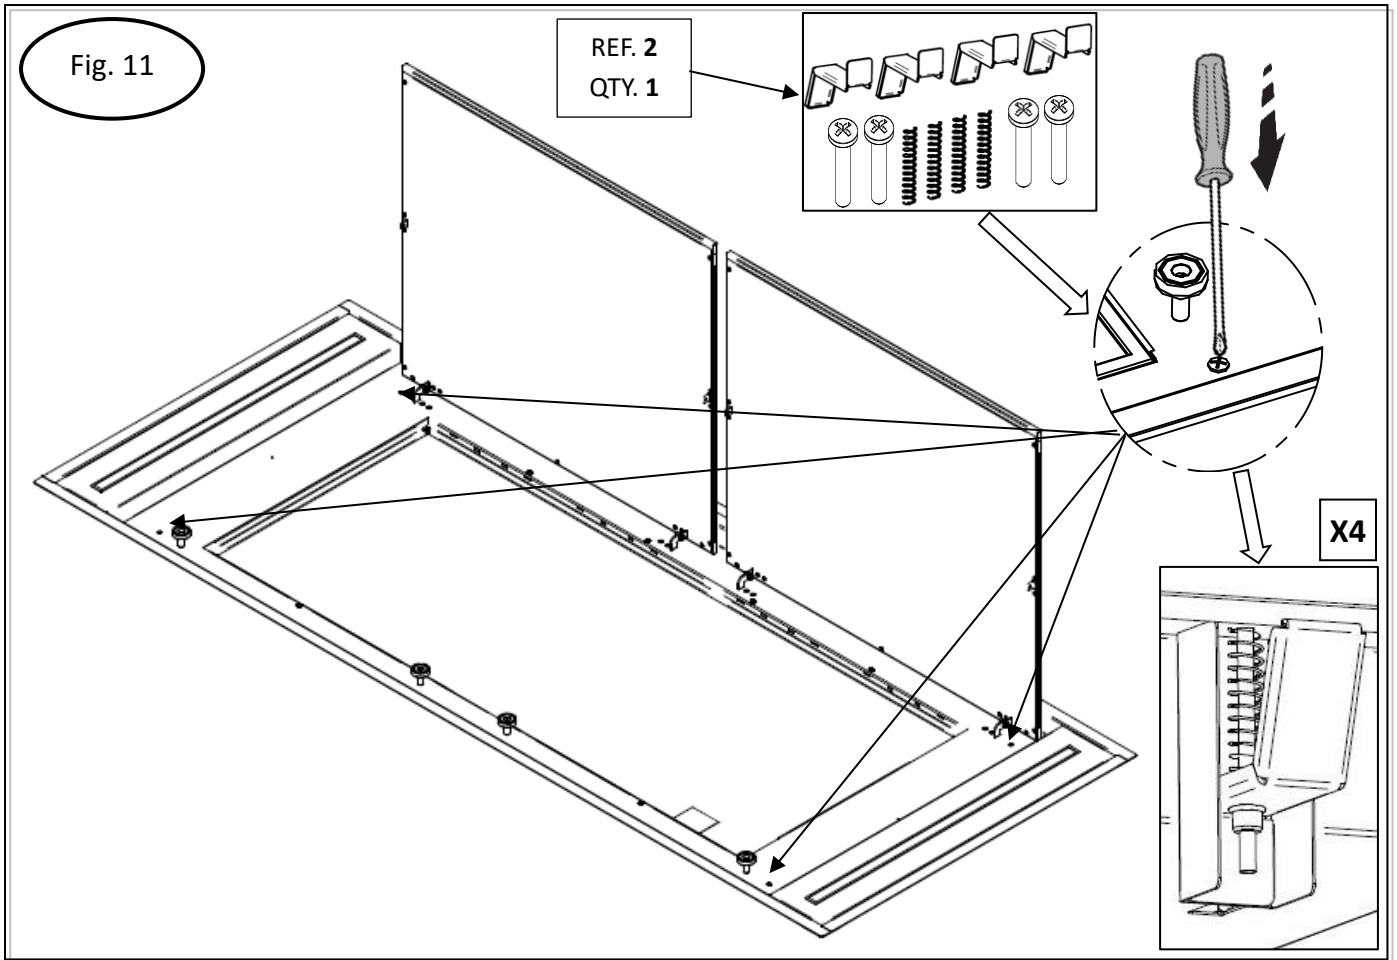

Fig. 12
- Faites passer le CONDUIT à travers l'espace de la hotte où la boîte de jonction a été initialement fixée. Insérez maintenant le corps de la hotte dans la découpe du plafond et assurez-vous que les 4 supports sont bien enclenchés (fig.12).